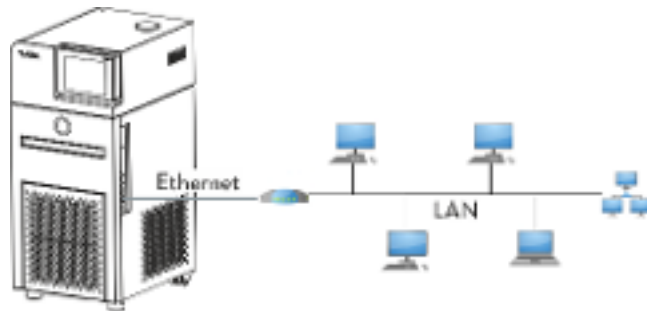
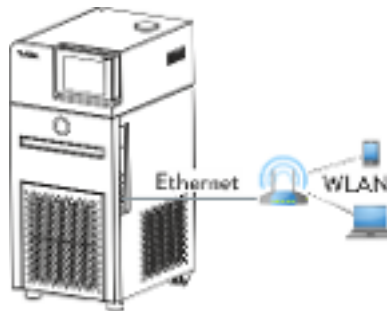

Fig. 13: Conexión a través de LAN
Fig. 15: Conexión a través de WLAN
En la Fig. 13 se representa la conexión del equipo de termostato con un puesto de mando/PC a través de una red LAN.
En la Fig. 15 se representa una conexión directa entre el puesto de mando/PC y el equipo de termorregulación de LAUDA a través de una WLAN. En este caso, el router WLAN se debe configurar como un punto de acceso. Para conocer cómo se debe configurar el router WLAN es preciso consultar el manual del router.
- Para conexiones como las que se representan en la Fig. 14 y en la Fig. 15 se pueden usar routers WLAN convencionales. Estos deben contar con la función de conexión necesaria y satisfacer los requisitos vigentes en el país en que se hagan funcionar. No obstante, para llevar a cabo una conexión como la representada en la Fig. 14, LAUDA recomienda utilizar un router WLAN de tipo industrial.
11. Conecte la interfaz Ethernet del equipo de termostato tal como se muestra desde la Fig. 13 hasta la Fig. 15. Utilice un cable Ethernet convencional (cable patch).
7. Conecte la interfaz Ethernet del equipo de termorregulación tal como se muestra desde la Fig. 13 hasta la Fig. 15. Utilice un cable Ethernet convencional (cable patch).